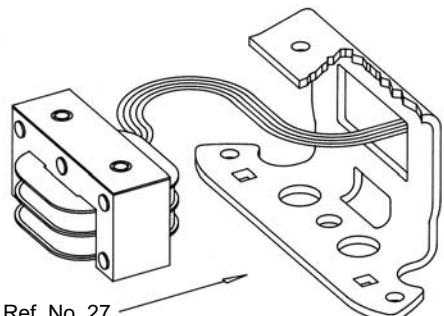

Figura 9
4. Vuelva a colocar el montaje de choque y el imán, pasando los cables de la bobina a través del agujero en la parte trasera del puntal (Ref. No. 27) (Vea la Figura 9). Use Loctite en los tornillos (Ref. No. 29). Vuelva a colocar los tornillos y las abrazaderas (Ref. No. 30). Apriete los tornillos de montaje con 6,2 a 6,8 N·m de torsión.